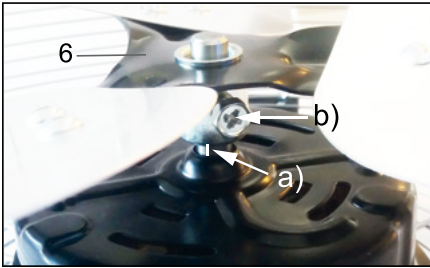

Fig. 57: Montaż wirnika
2. Za pomocą elementu dystansowego wsunąć wirnik (6) na oś w kierunku silnika.
*Wirnik nie może spoczywać bezpośrednio Motor aufliegen. Es muss ein sichtbarer na silniku. Między elementem dystansowym a silnikiem musi być widoczny odstęp. Patrz rys. 57 b).*
3. Dokręcić wirnik za pomocą śruby znajdującej się obok elementu dystansowego. Patrz rys. 57 b).